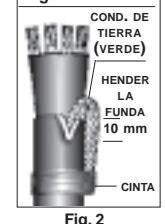

Fig. 2
- c) Slit jacket along side green conductor as shown in Fig. 2.
- d) Fold stripped grounding wire back on jacket and tape to jacket covering ends of strands as shown in Fig. 2.
- c) Inciser la gaine du cordon le long du conducteur vert tel qu'ilustré à la figure 2 à droite.
- d) Replier le conducteur dénudé de mise à la terre sur la gaine du cordon et l'attacher au cordon avec un ruban adhésif en prenant soin de couvrir l'extrémité des brins tel qu'ilustré à la figure 2.
- d) Plegar el conductor desnudo de puesta a tierra sobre la funda y encintarlo a ella, cubriendo el extremo de los hilos como se muestra en la fig. 2.